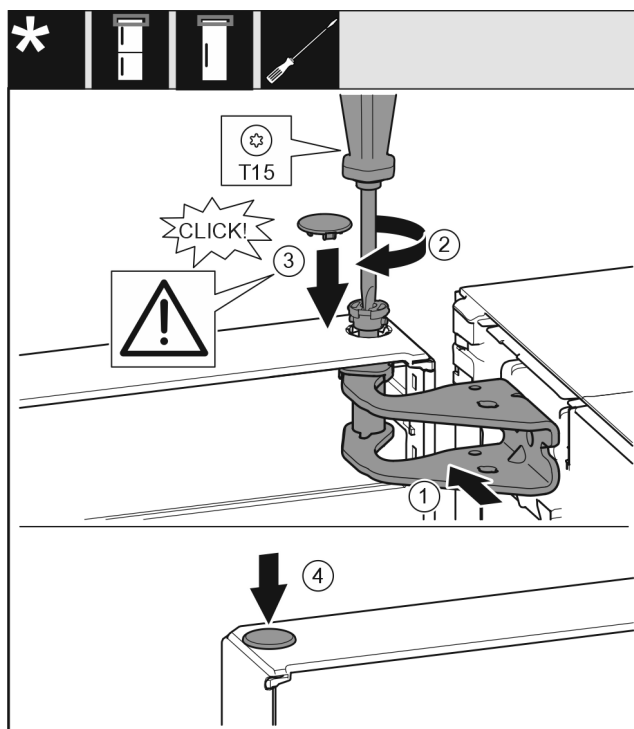

Fig. 21
- Allineare la porta in alto all'apertura nel blocco di supporto. Fig. 21 (1)
- Inserire i perni Fig. 21 (2) e stringerli con un cacciavite.
- Montare la copertura del fusibile Fig. 21 (3) sul fusibile della porta: Inserire la copertura del fusibile e controllare se appoggia sulla porta. Altrimenti inserire completamente i perni.
- Inserire il tappo Fig. 21 (4).